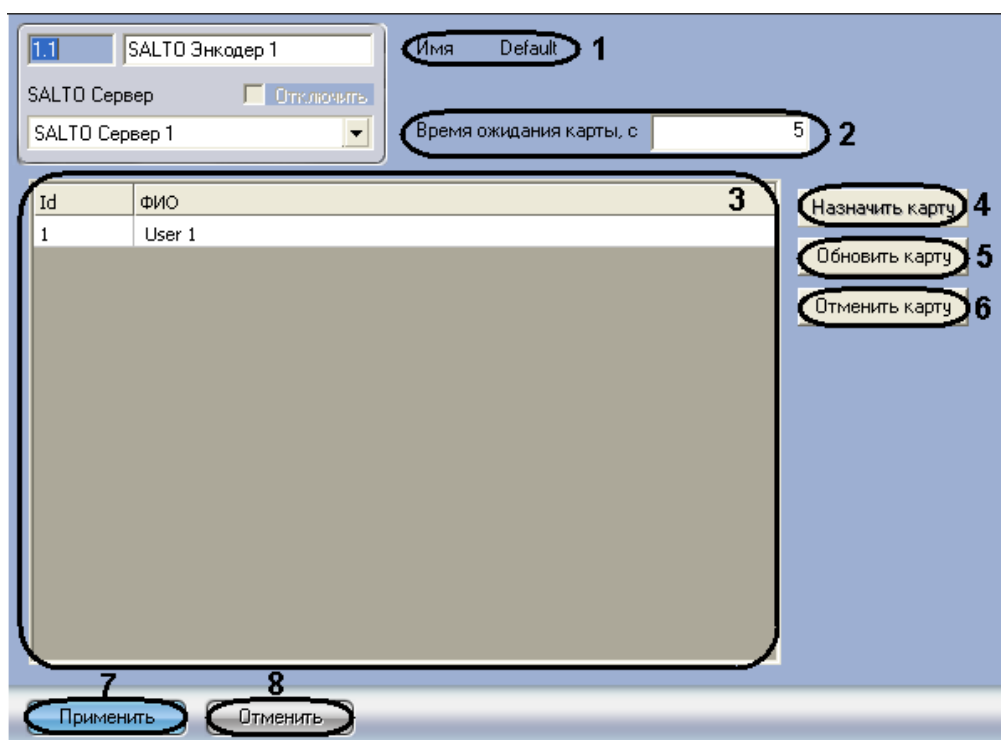

Рис. 3.3—7 Задание карт доступа
Задание карт доступа СКУД SALTO проходит на панели настроек объекта **Encoder** (Рис. 3.3—7). Данный объект создается на базе объекта **SALTO Сервер** при загрузке конфигурации СКУД SALTO (см. раздел 3.3.2 данной документации) или создается вручную в дереве объектов ПК ACFA Intellect.
1. В поле **Время ожидания карты, с** ввести время в секундах, определяющее временной период после нажатия кнопки **Назначить карту** или **Обновить карту**, отводимый на поднесение карты доступа к энкодеру (см. Рис. 3.3—7, 2).
*Примечание 1.* В поле **Имя** указано название объекта энкодера в программном обеспечении *СКУД SALTO* (см. Рис. 3.3—7, 1).